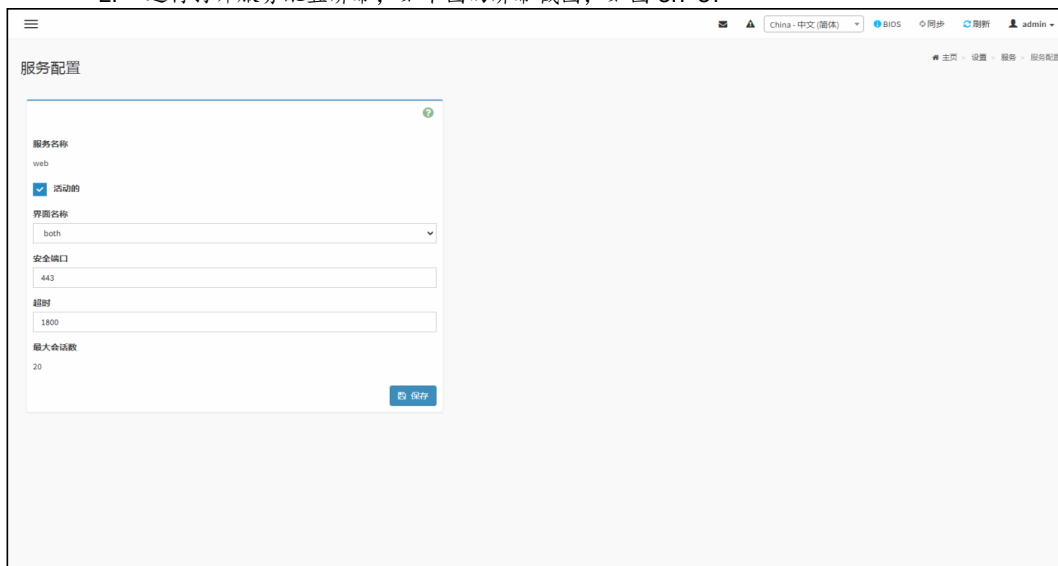

图 5.7-57：服务配置
2. 这将打开服务配置屏幕，如下图的屏幕截图，如图 5.7-57